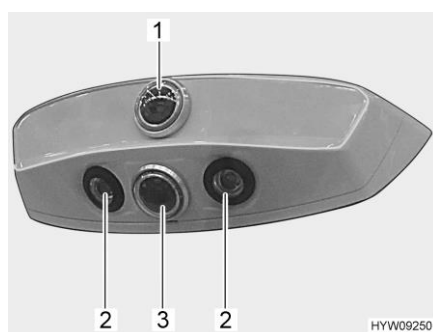

Fig. 19 Módulo de cámara
- Modo de marcha atrás / modo de vigilancia: La cámara de marcha atrás (Fig. 19,3) toma la zona de corto alcance atrás del vehículo. La zona de corto alcance se visualizará en el display. Al avanzar hacia delante, no se visualizará ninguna imagen de la cámara.
- Modo de viaje: La cámara de retrovisor (Fig. 19,1) toma la zona de largo alcance atrás del vehículo. La zona de largo alcance se visualizará en el display ("3er retrovisor").
En el módulo de cámara están incorporados unos LED (Fig. 19,2). Con estos LED, se podrá iluminar la zona atrás del vehículo en la oscuridad (en caso de utilizar la cámara o también independientemente de la cámara).